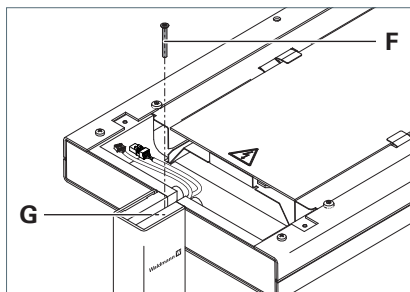

Fig. 14: Fissaggio della testa dell'apparecchio d'illuminazione.
- Avvitare la vite **F** nel foro **G** nel braccio di supporto e stringere la vite, vedi Fig. 14.